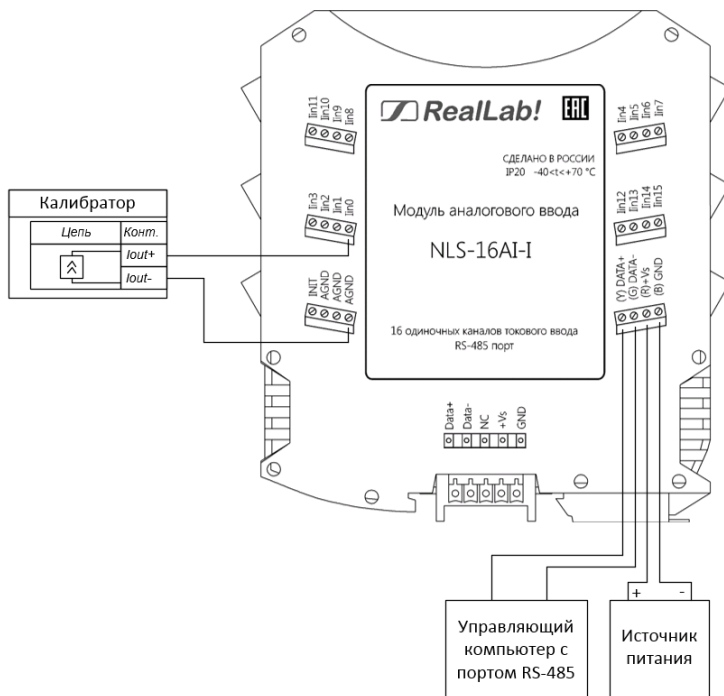

Рис. 4.1. Схема подключения калибратора к юстируемому каналу модуля
Источник тестового напряжения подключают к нулевому каналу модуля, между неинвертирующим входом и аналоговой землей AGND (рис. 4.1). При этом инвертирующий вход модуля и все неиспользуемые входы должны быть соединены с выводом AGND модуля. Вывод AGND не следует соединять с защитным заземлением лаборатории. Образцовый вольтметр подключают к входу модуля. Если образцовый вольтметр и источник тестового напряжения питаются от сети, их корпуса должны быть заземлены для уменьшения емкостной наводки из сети 50 Гц (рис. 4.1). Все приборы, подлежащие защитному заземлению, должны быть подсоединены к одной и той же общей клемме заземления. Один из выводов источника калиброванного напряжения можно соединить с заземлением, если это указано в инструкции по его эксплуатации. Приборы, имеющие батарейное питание, заземлять не следует.
- подключить источник тестового тока (калибратор) к юстируемому каналу модуля проводом минимальной длины (см. рис. 4.1).